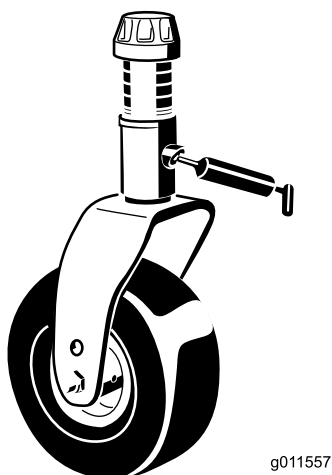

Figura 11
- Casquilhos do eixo da forquilha da roda giratória (4) (Figura 11)